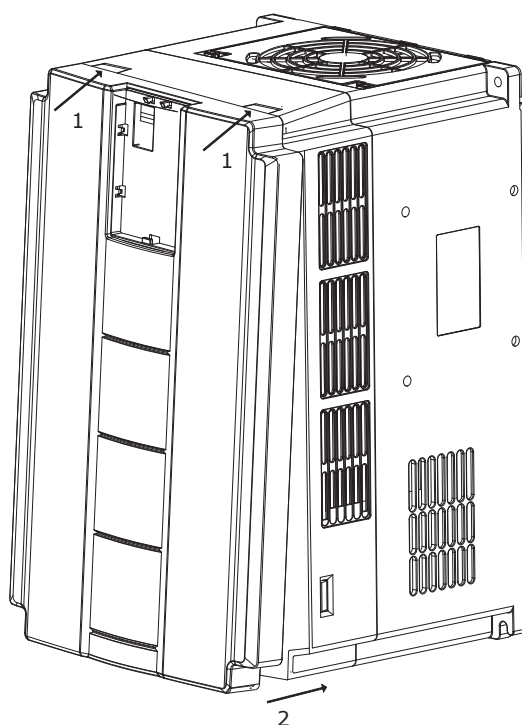

Рисунок 2.10 – Установка крышки
2.2.11.4 Установка крышки ПЧ моделей OptiCore A300-37K-H30K-380-0-T, ПЧ OptiCore A300-45K-H37K-380-0-T производится в следующей последовательности (см. рисунок 2.10):